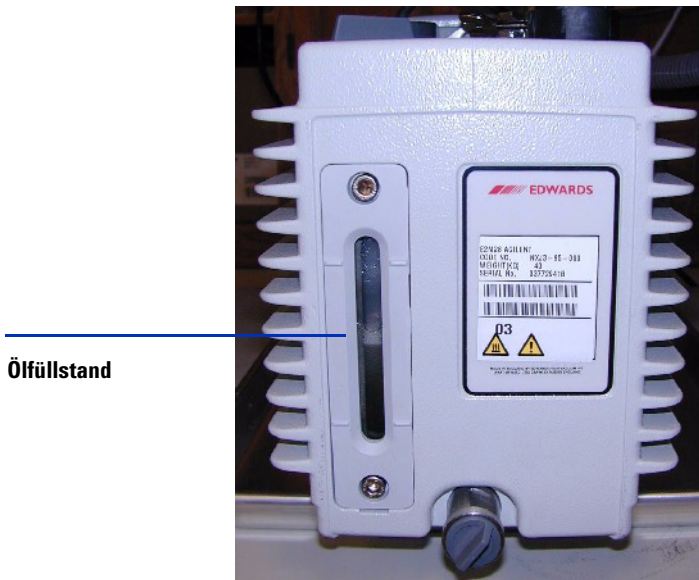

Abbildung 64 Das Fenster für den Flüssigkeitsstand an der Vorpumpe
- Prüfen Sie den Flüssigkeitsstand im Fenster der Vorpumpe. Der Flüssigkeitsstand sollte zwischen den „Min“- und „Max“-Markierungen sein (siehe Abbildung 64).